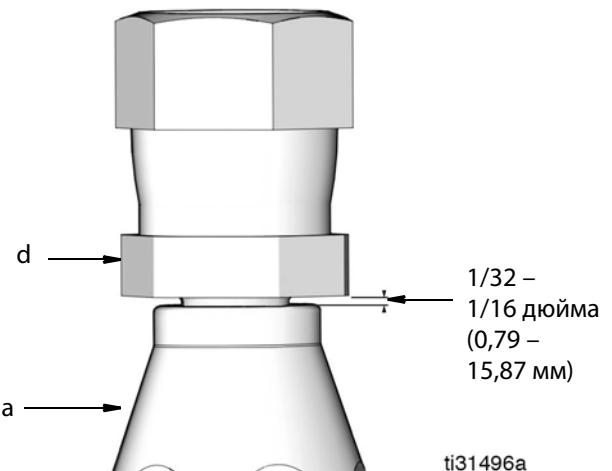

Рис.62
8. Между втулкой (а) и шестигранником (д) оставьте зазор 0,79 – 15,87 мм (1/32 – 1/16 дюйма) (Рис.62).